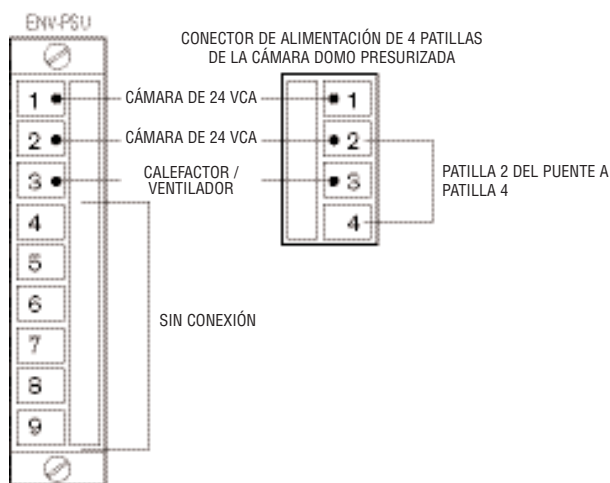

Figura 4: Conexiones de alimentación
1. Instale el conector correspondiente de 4 patillas (incluido) en los cables de alimentación entrantes. Consulte en la *Figura 4* las conexiones de cables.